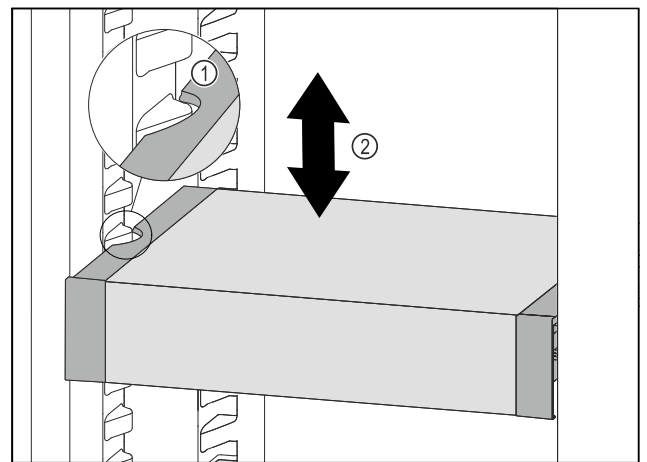

Fig. 129
- ▶ VarioSafe nach vorne ziehen, bis sich die seitlichen Aussparungen des VarioSafes auf Höhe der Behälterrippe im Kühlteil befinden. Fig. 129 (1)
- ▶ VarioSafe im Kühlteil nach oben oder unten bewegen, bis gewünschte Höhe erreicht ist. Fig. 129 (2)